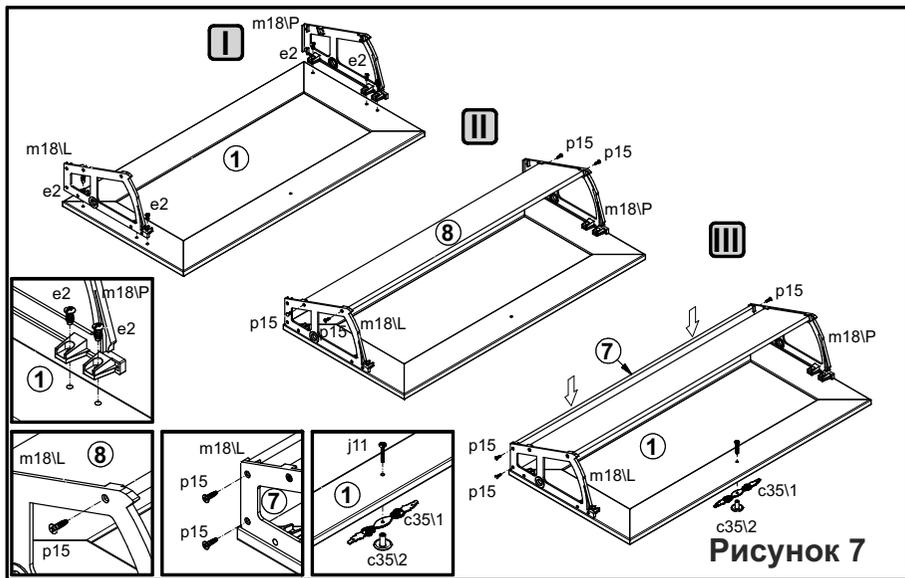

Рисунок 7
15. Положить двери **1** фасадной поверхностью вниз на ровную поверхность и закрепить на них петли откидные **m18L** и **m18P** еврошурупами **e2**, как показано на рис. 7.
16. Закрепить щиты **7, 8** к петлям откидным **m18L** и **m18P** шурупами **p15** (см.рис. 7).
17. На внутренней поверхности дверей **1** в отверстие  $\varnothing 5$  мм вставить винт **j11**, снаружи совместить отверстия элементов ручки **c3511, c3512** с резьбой винта и завернуть винт, удерживая ручку. (см. рис. 7).